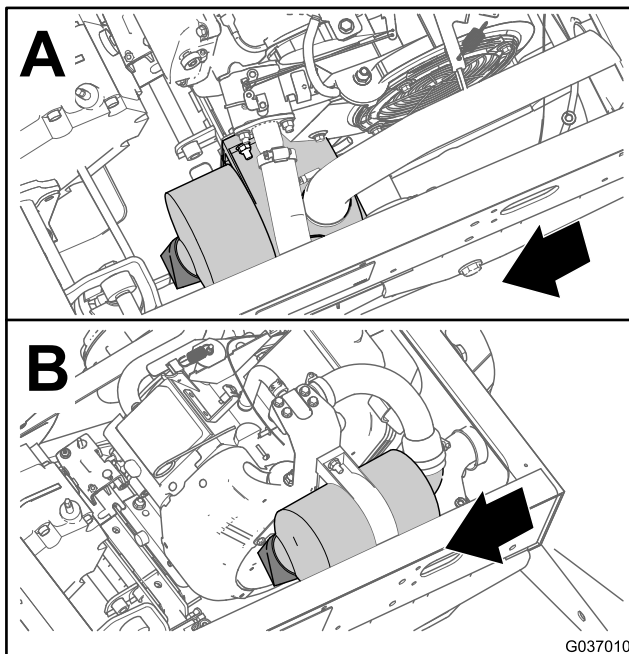
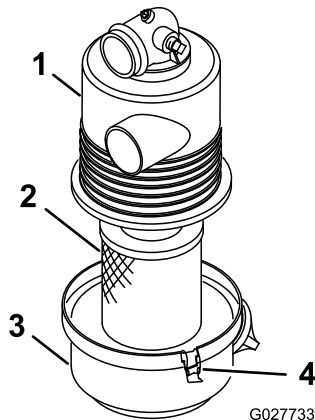

Figura 32
Figura 33
2. Inspeccione la carcasa del limpiador de aire en busca de desperfectos que pudieran causar una fuga de aire (Figura 32 y Figura 33).
- Abra los enganches que sujetan la tapa del filtro de aire a la carcasa del filtro de aire (Figura 33).
- Separe la tapa del filtro de aire de la carcasa del filtro de aire, y limpie el interior de la tapa (Figura 33).
- Instale el elemento del filtro de aire en la carcasa del filtro de aire (Figura 33).
- Alinee la tapa del filtro de aire con la carcasa del filtro de aire (Figura 33).
- Sujete la tapa a la carcasa con los enganches (Figura 33).